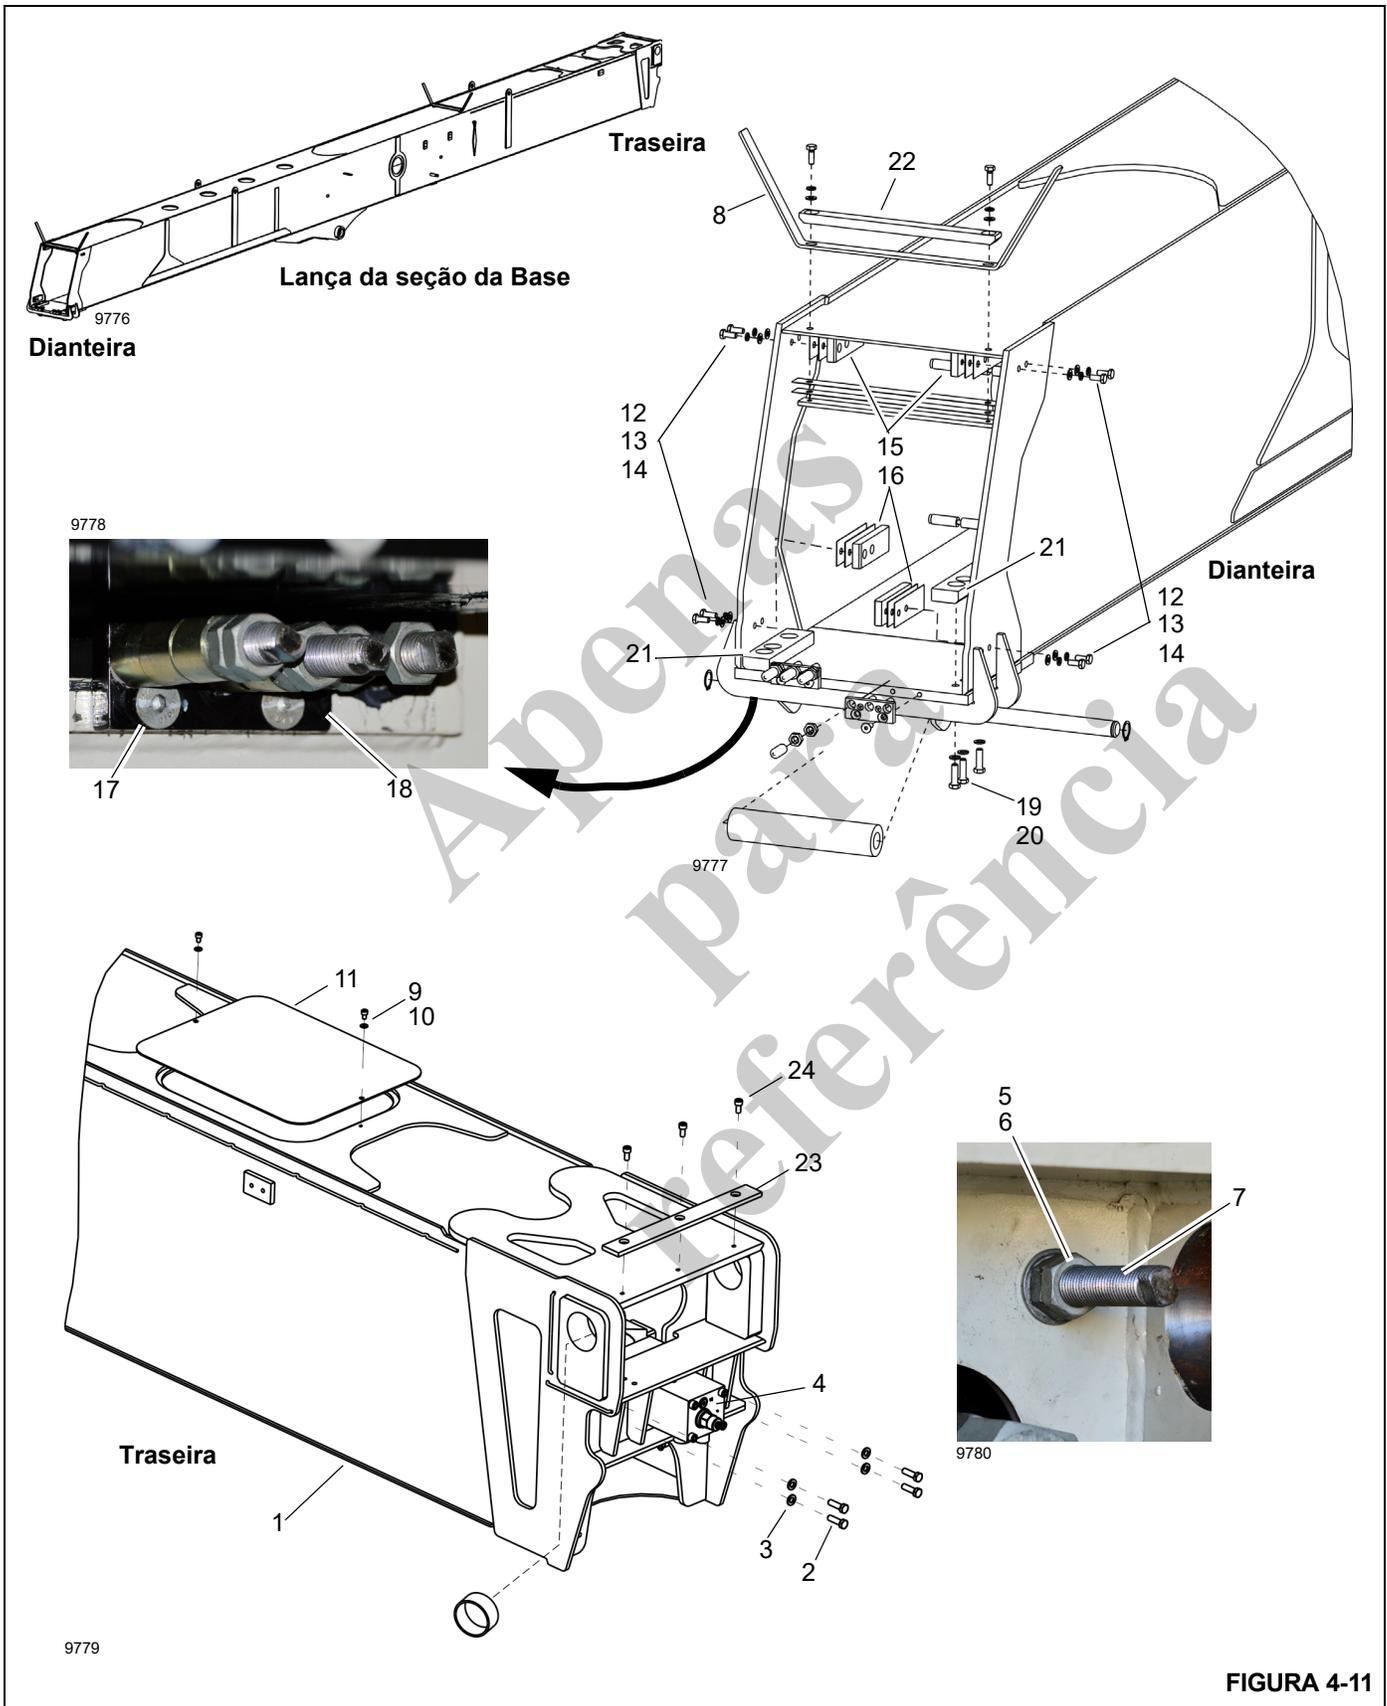

FIGURA 4-11
As etapas 1 a 3 se aplicam a uma lança que deve ser desmontada com a seção da Base (1, Figura 4-11) e o jib (se instalado) deixados no guindaste.
Tabela 4-1 Lança da seção da Base, Figura 4-11, Lista de itens
5. Remova os parafusos (2, Figura 4-11) e as arruelas (3) que fixam o cilindro de extensão do telescópio (4) à lança da seção da base (1).
6. Remova as porcas (5) e arruelas (6) dos cabos de sincronização (7) na traseira da seção da Base (1). Marque os locais das porcas e arruelas. Marque e identifique os cabos enquanto deixa as extremidades dos cabos penduradas dentro da lança.
7. Remova os elementos de fixação, as placas de desgaste e as guias dos cabos (8) da parte superior de todas as seções da lança e armazene em um lugar seguro.
8. Remova os parafusos (9), as arruelas (10) e a tampa de acesso (11) da parte superior da seção da Base (1).
11. Remova e etiquete os parafusos (12, Figura 4-11), as arruelas (13), arruelas de pressão (14), calços (15) e placas de desgaste (16) dos lados da lança da seção da Base (1).
12. Remova os quatro parafusos (17) que prendem as fixações dos cabos de retração 3/2/1 (18) na ponta inferior da lança da seção da Base (1).
13. Remova e etiquete os parafusos (19), as arruelas (20) e as placas de desgaste (21) da ponta inferior da lança da seção da Base. Puxe as fixações do cabo de retração (18) para fora e mantenha os cabos de retração esticados enquanto puxa a seção do Telescópio 1 (com Telescópio 2, Telescópio 3 e Telescópio 4) para fora da seção de Base (1). Apoie a extremidade da base da seção do Telescópio 1 conforme ela sai da lança da seção da Base.